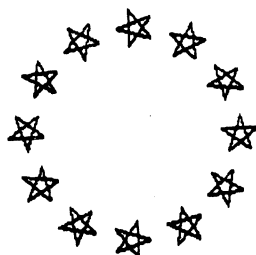

图 2.5 一圈五角星
为了画图2.5那样非连续图形,还需要用两个新命令,即: 抬笔、落笔命令。抬笔命令的英文符号是:
5. 画一圈共12个小五星。每次先抬笔,让海龟前进60步,再落笔画一个边长为25步的小五星,再抬笔,后退60步,海龟回到了起始点,再让海龟右转30度,重复以上动作,共重复12次。如图2.5